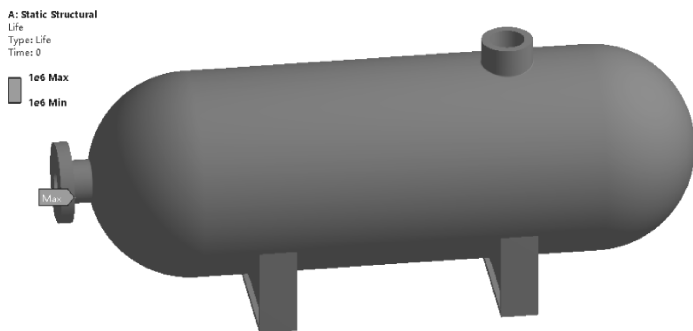
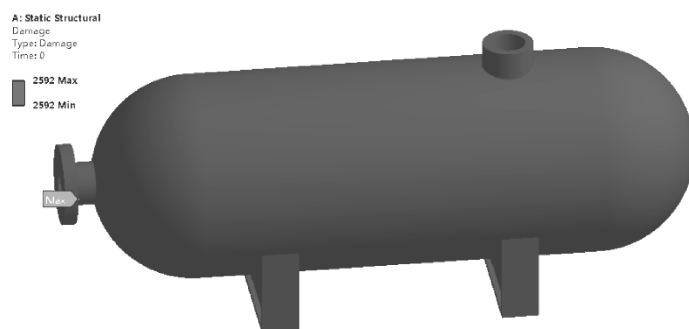

图 9-12 容器寿命分布云图
图 9-13 容器损伤云图
(1) 在 Mechanical 标准工具栏中单击  Solve 进行求解。
(2) 运算结束后，单击【Fatigue Tool】→【Life】，图形区域显示容器寿命分布云图，如图 9-12 所示。同样也可显示设计寿命为 2592000000 次循环的损伤，如图 9-13 所示；安全系数云图如图 9-14 所示；双轴指示云图如图 9-15 所示；交变应力云图如图 9-16 所示；疲劳敏感性图如图 9-17 所示。